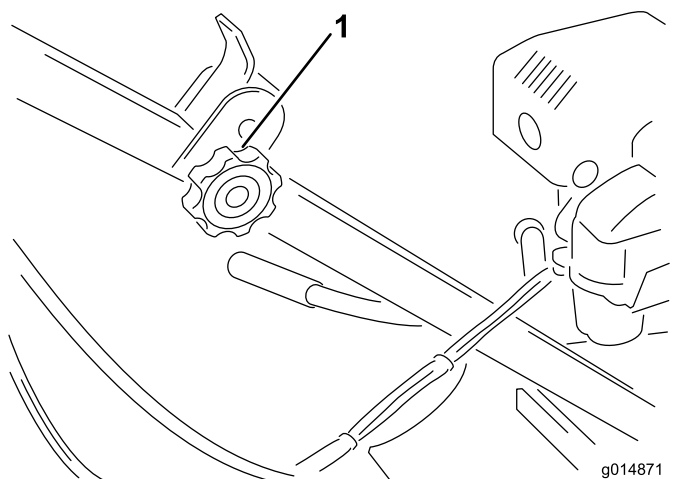

Figure 4
1. Dévissez le bouton de déblocage du guidon sur la machine (Figure 4).